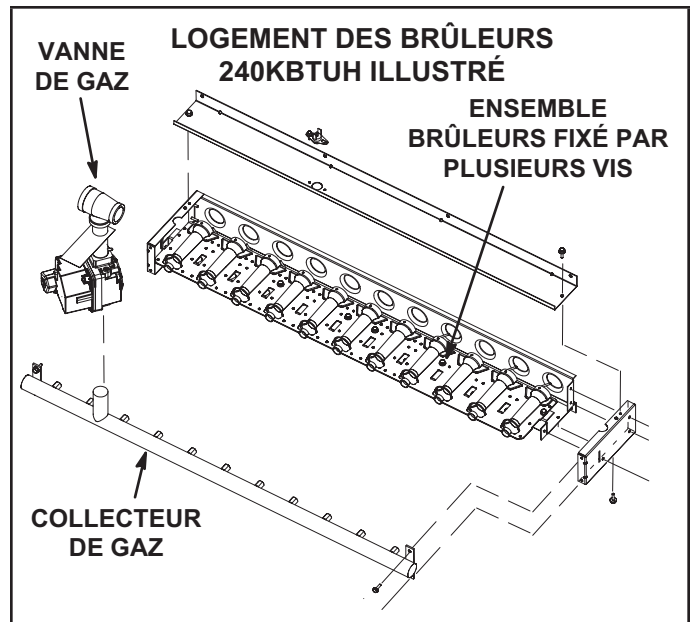

FIGURE 33
- 3 - Retirer les vis qui fixent l'ensemble brûleurs au support des brûleurs et retirer l'ensemble. Voir FIGURE 33. Les nettoyer au besoin.